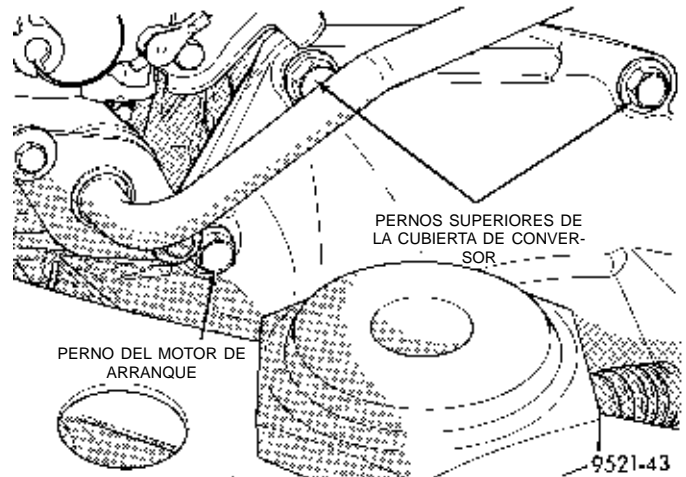

Fig. 35 Pernos del motor de arranque y de la cubierta del convertidor
(10) Retire los pernos de la ménsula de soporte del cable de control de presión de la mariposa. Retire los pernos superiores de la cubierta del convertidor y el perno superior del motor de arranque (Fig. 35).